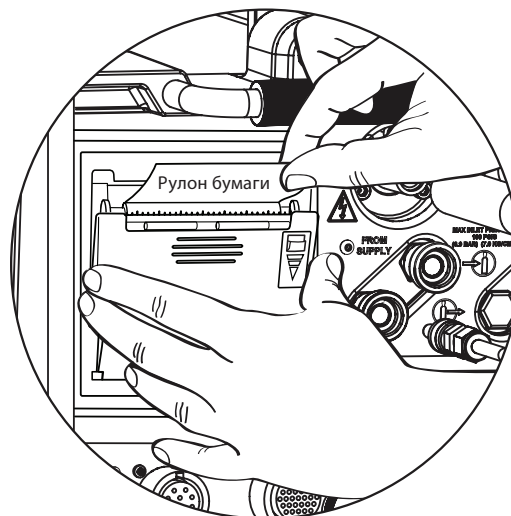

Рис. 53. Выравнивание бумаги по центру
4. Придерживая конец бумаги, закройте крышку принтера. Бумагу необходимо выровнять по центру (рис. 53).